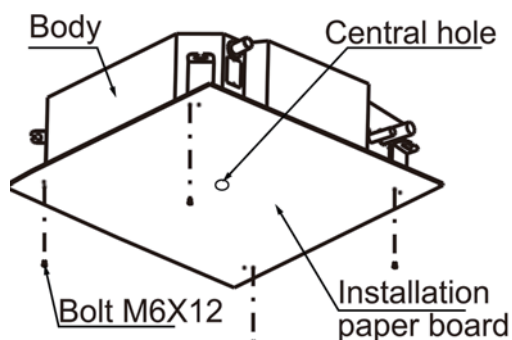

Fig. 12.8
- Después de instalar el cuerpo principal de la unidad, fije la plantilla de cartón al aire acondicionado con los pernos (M6x12); esto le ayudará a determinar el tamaño y la posición que tendrá la apertura del techo. (Consulte la Fig. 12.8).